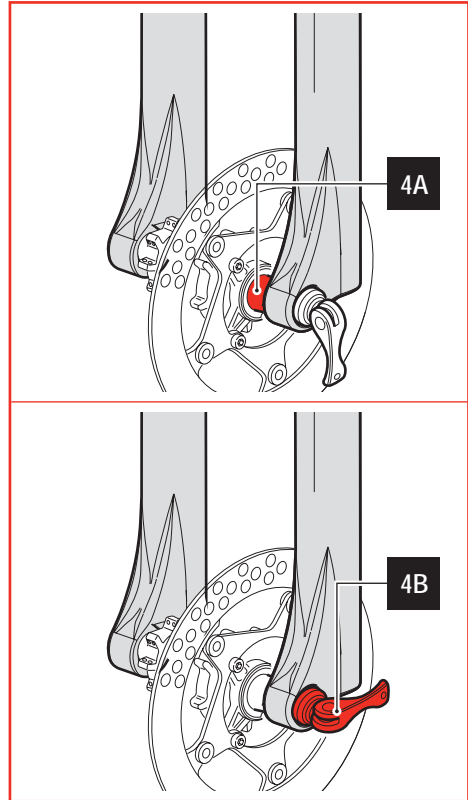

Figure 4 - Installation de la roue sur les fourches \varnothing 32 mm avec axe à serrage rapide QR
- Alignez le centre de la roue avec les deux axes de la roue (voir **4A - Figure 4**).
- Introduisez l'axe à travers le bas de fourche droit, la roue et vissez-le dans le bas de fourche gauche (voir **4A - Figure 4**).
- Bloquez l'axe à travers le dispositif à serrage rapide (voir **4B - Figure 4**).